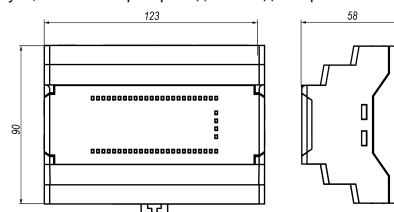

Рисунок 2 – Габаритні розміри пристрою
1. Підготувати на DIN-рейці місце для установлення пристрою відповідно до розмірів пристрою (див. *рисунок 2*).